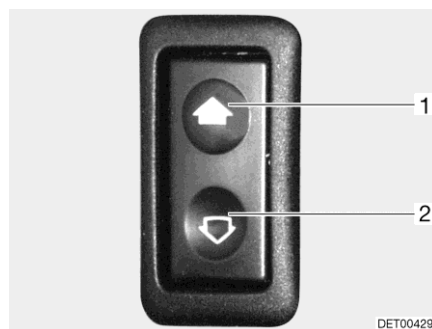

Fig. 40 Interruptor para los elevelunas eléctricos
- Pulsar la parte inferior del conmutador (Fig. 40,2).
- Pulsar la parte superior del conmutador (Fig. 40,1).